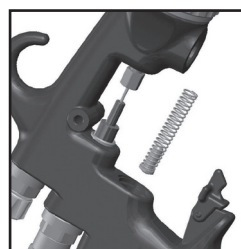

Fig. 29
4. Retirer le ressort avec son tampon. (Voir fig. 29)
9. Insérer le nouveau ressort en veillant à ce que l'extrémité munie d'un tampon d'appui soit enfoncée en premier. (Voir fig. 29)